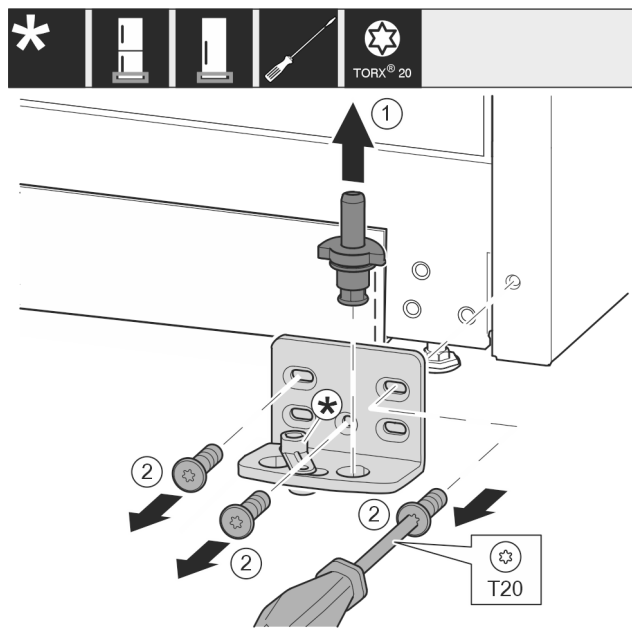

Fig. 12
- ▶ Extrageți complet bolțul de lagăr Fig. 12 (1) în sus.
- ▶ Deșurubați șuruburile Fig. 12 (2) cu șurubelnița și detașați suportul de lagăr.